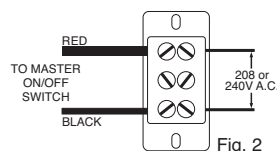

Fig. 2
2. For 208 - 240V A.C./2-Wire per Fig. 2.